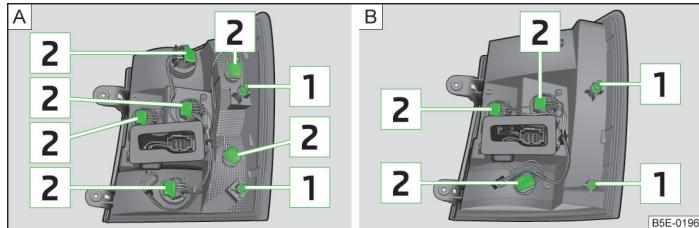

Fig. 235 Parte exterior de la lámpara: lámpara ambiente / lámpara con diodos LED
- Introduzca presionando con cuidado la lámpara posterior en la carrocería de tal manera que los pernos [1] » fig. 235 de la página 274 en la lámpara encajen en los alojamientos de la carrocería » !.
- Gire el portalámparas **[2]** » fig. 235 en el **sentido contrario** al de las agujas del reloj y extráigalo de la carcasa.